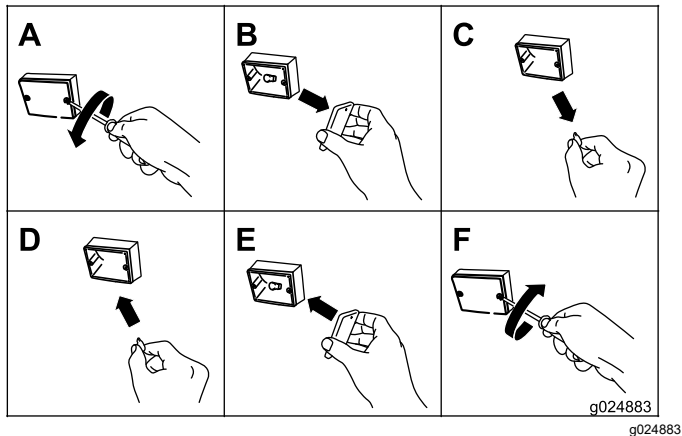

Figura 57
1. Usando un destornillador, retire los 2 tornillos de la lente rectangular pequeña de color ámbar en la parte delantera de la luz (Figura 57).
2. Retire la lente ámbar (Figura 57).
3. Retire la lámpara del zócalo (Figura 57).
4. Inserte una lámpara 193 nueva en el zócalo (Figura 57).
5. Instale la lente ámbar y los 2 tornillos (Figura 57).